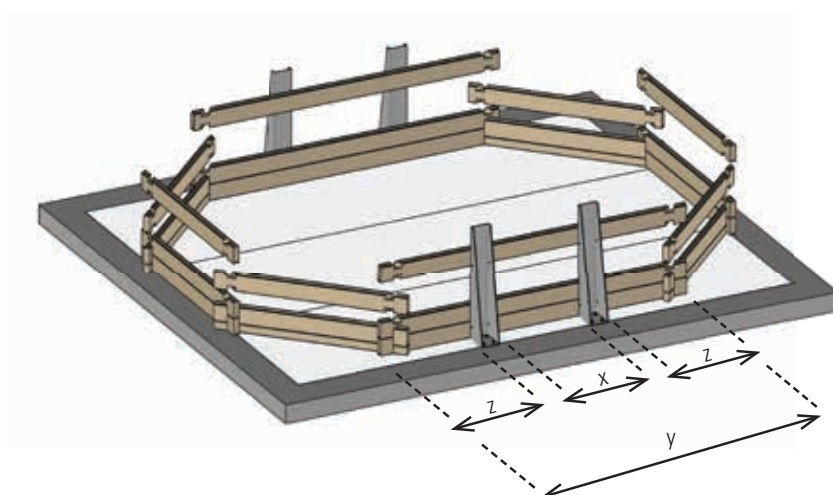

Fig. 4 / Abb. 4 / Afb. 4
- EN LAYOUT OF THE COLUMNS:** •Position the columns at the centre of the lateral of your pool, supported against the boards (figure 4). **Tighten the columns well around the entire layer of boards.** •Vertically drill the layer using a drill with a \varnothing 10mm bit for concrete, and using the column as a guide. The depth of the hole should be at least 100mm to guarantee good fixing. •Place the fixing bolts (with washers and nuts) into the holes and fix them with the help of a hammer. **COMPLETELY hammer in the fixing bolts (only the head should be visible).** •Tighten crosswise the 4 nuts.
- FR POSITIONNEMENT DES SABOTS :** •Placez les sabots au centre des grands pans de votre bassin, en appui contre les madriers (figure 4). **Plaquez bien les sabots le long des rangées de madriers.** •Percez bien verticalement la chape à l'aide d'un perforateur équipé d'un foret béton \varnothing 10 mm, en utilisant le sabot comme gabarit. La profondeur du perçage doit être au minimum de 100 mm pour garantir une bonne fixation. •Placez les gougeons d'ancrage (avec rondelles et écrous) dans les trous et frappez-les à l'aide d'un marteau. **Enfoncez ENTIEREMENT les gougeons d'ancrage (seule la tête doit rester visible).** •Serrez fermement en croix les 4 écrous.
- DE ANORDNUNG DER ANSCHLAGWINKEL:** •Platzieren Sie die Anschlagwinkel in der Mitte der langen Seiten des Pools, gegen die Bretter gestützt (Abb. 4). **Furnieren Sie die Anschlagwinkel gut entlang der Bretterreihen.** •Durchbohren Sie die Schicht vertikal mit Hilfe einer Bohrmaschine und einem Betonbohrer mit 10 mm \varnothing , wobei der Anschlagwinkel als Muster dient. Die Tiefe der Bohrung muss mindestens 100 mm betragen, um eine gute Befestigung zu garantieren. •Platzieren Sie die Befestigungsstifte (mit Unterlegscheiben und Schrauben) in den Öffnungen und schlagen Sie mit einem Hammer darauf. **Hämmern Sie die Befestigungsstifte GANZ ein (nur der Kopf darf noch sichtbar sein).** •Ziehen Sie die 4 Schrauben kreuzweise fest.
- NL PLAATSING VAN DE METALEN STEUNBALKEN:** •Plaats de metalen steunbalken in het midden van de zijkant de uw zwembad, steunend tegen de planken (afbeelding 4). Schroef de metalen steunbalken stevig vast tegen de plankenrijen. •Boor perfect vertikaal gaten in de betonplaat met behulp van een boormachine voorzien van een boor voor beton van $\varnothing 10\text{ mm}$, gebruik de metalen steunbalk als patroon. De diepte van het boorgat moet tenminste 100 mm bedragen om een goede fixatie te garanderen. •Plaats de ankerbouten (met ringen en moeren) in de gaten en sla ze vast met behulp van een hamer. De ankerbouten **VOLLEDIG** vastdraaien (alleen de kop mag te zien zijn). •Draai de 4 moeren kruislings stevig vast. De plaatsing de metalen steunbalken wordt uitgevoerd met een boor nadat de tweede rij planken is geplaatst. Schroef de metalen steunbalken stevig vast tegen de plankenrijen.